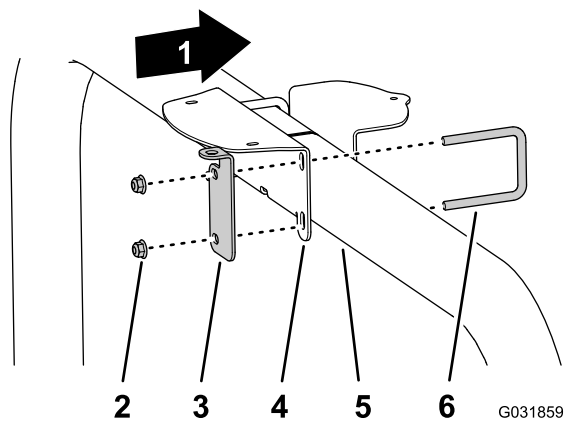

Figura 150
- Se la vostra macchina è dotata del kit modem di correzione GNSS e CDMA o GSM RTK, montate il supporto del ricevitore e la staffa dell'antenna RTK sul tubo del ROPS (Figura 150) con i 2 bulloni a U e 4 dadi di bloccaggio flangiati ($\frac{3}{8}$ ").